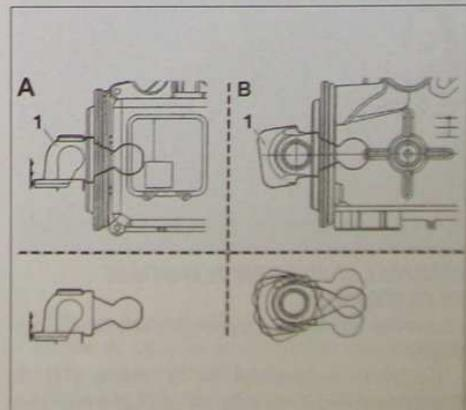

FIG. 4
- Position de démontage de l'actionneur (Fig.4) :
- A. Le levier de passage des vitesses (1) doit être en position basse.
- Contrôler que le levier est en position de montage (Fig.4).